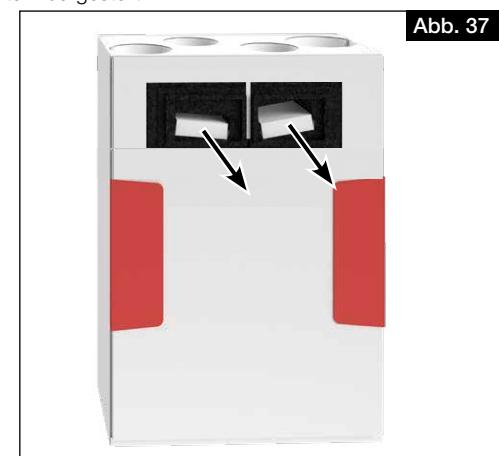

Abb. 37
- ① Wird die Kälterückgewinnung aktiviert, muss der Stopfen am Geräteboden entfernt werden (s. Abb. 37), um den Kondensatablauf zu gewährleisten (vgl. auch Kapitel 4.3 „Kugelsiphon montieren“, Seite 11).